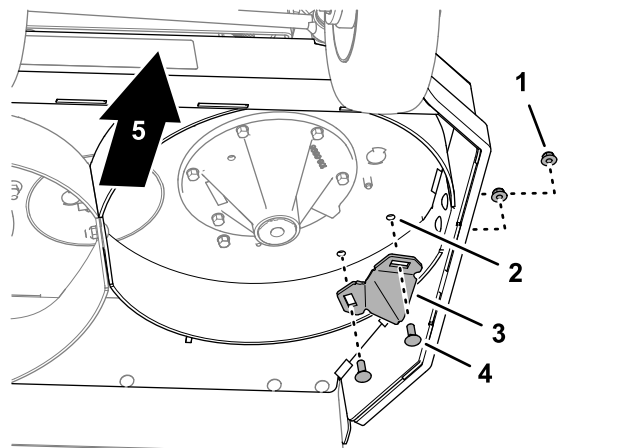

Bild 9
3. Entfernen Sie an der unteren rechten Seite des Mähwerks die beiden Schlossschrauben ($\frac{3}{8}$ " x 1") und die beiden Sicherungsbundmutter ($\frac{3}{8}$ "), mit denen das Anschlussstück des Ablenklechs befestigt ist, und entfernen Sie das Anschlussstück des Ablenklechs (**Bild 9**).